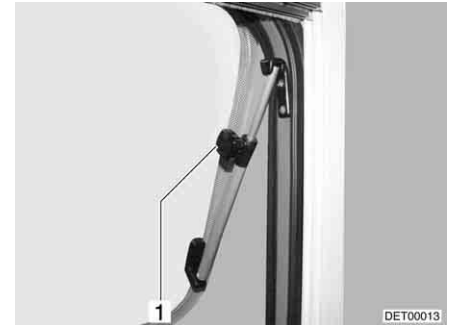

Bild 65 Ausstellfenster mit Dreh-Ausstellern, geöffnet
- Ausstellfenster bis zur gewünschten Stellung öffnen und mit Rändelknopf (Bild 65,1) feststellen.
- Rändelknopf (Bild 65,1) drehen, bis Arretierung freigegeben wird.